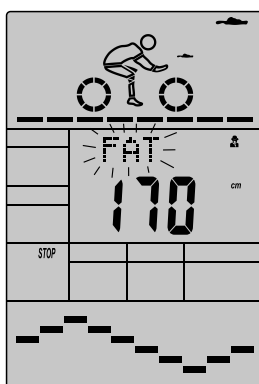

图 34
- A. 按 UP/DOWN 键（或旋转）选择体脂测试程序 FAT。（如图34）